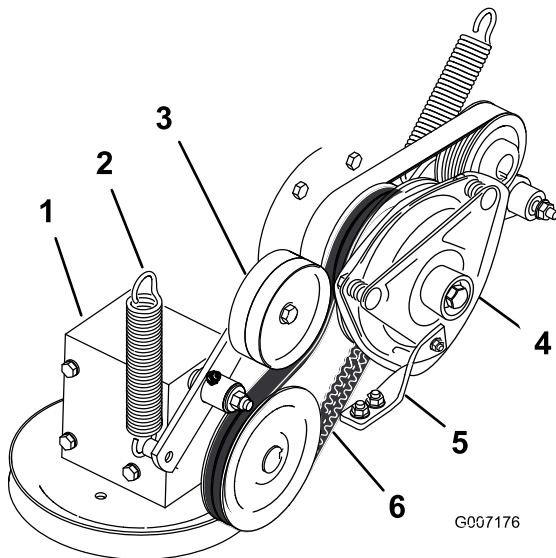

Bild 92
- Entfernen Sie die Feder vom Spannarm (Bild 92).
7. Verlegen Sie den neuen Zapfwellen-Treibriemen um die Kupplungs- und Getriebespannscheibe (Bild 92).
9. Haken Sie die Feder wieder in den Spannarm ein (Bild 92).